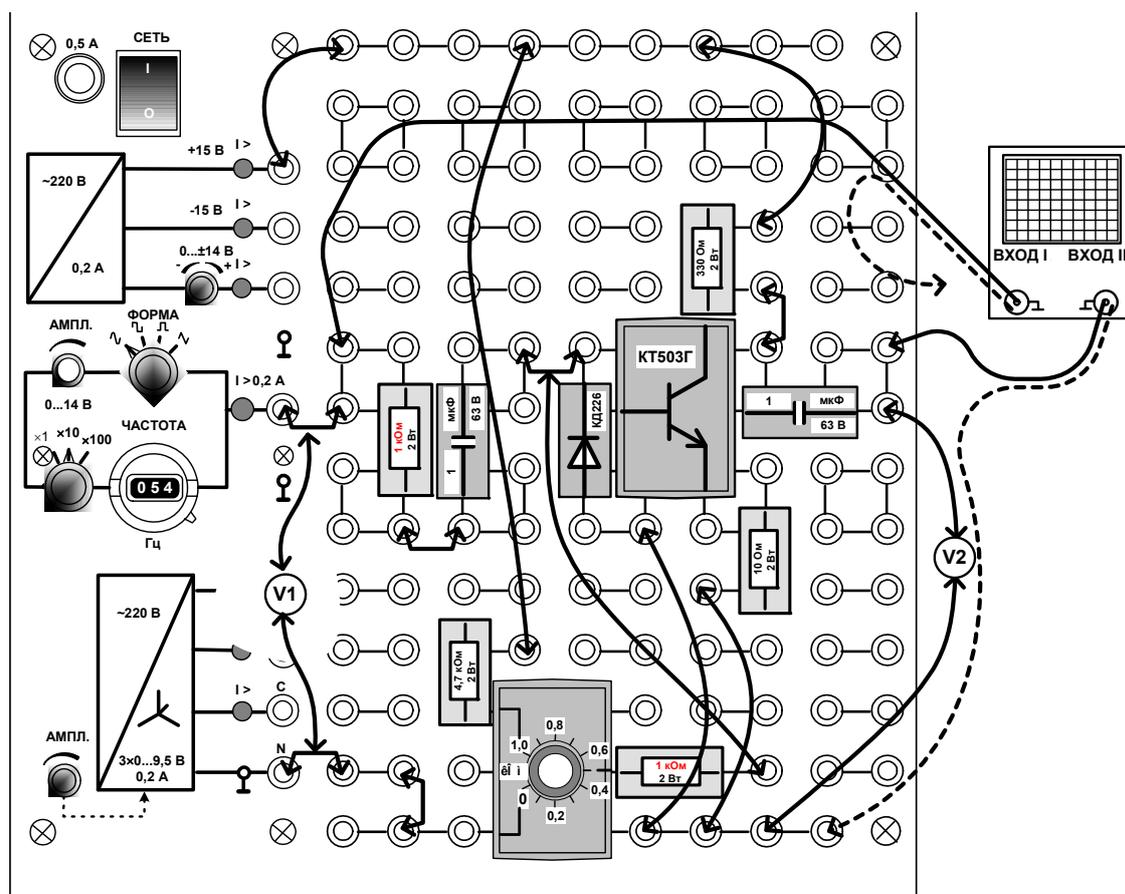

Рис. 5.2. Монтажная схема соединения УК с ОЭ
1. Соберите на наборном поле схему усилительного каскада с ОЭ (рис. 5.2). В ней напряжение смещения регулируется потенциометром 1 кОм. Последовательно с источником переменного сигнала и на выходе включены конденсаторы 1 мкФ для развязки цепей постоянного и переменного тока. На входе имеется также токоограничивающее сопротивление 1 кОм. Диод включён для защиты эмиттерного перехода от обратного напряжения, а сопротивление 10 Ом для стабилизации характеристик транзистора. Измерение входного и выходного напряжений осуществляется осциллографом и двумя мультиметрами.